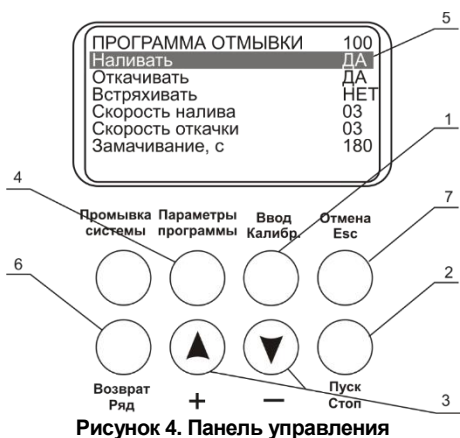

Рисунок 4. Панель управления
5.5. Кнопками + и - (рис. 4/3) выберите номер программы промывки, от 00 до 100, и нажмите кнопку **Ввод/Калибр.** (рис. 4/4).
5.6. Чтобы просмотреть и изменить параметры программы, нажмите кнопку **Параметры программы** (рис. 4/4). Активируется 1-й параметр программы (Наливать – да/нет, рис. 4/5).
5.8. При нажатии кнопки **Возврат/ряд** (рис. 4/6) производится возврат на предыдущий параметр программы.
- 5.10. Чтобы выйти из режима просмотра и изменения параметров, не сохраняя программу, нажмите кнопку **Отмена/Esc** (рис. 4/7).
- 5.11. Запустите программу нажатием кнопки **Пуск/Стоп** (рис. 4/2).